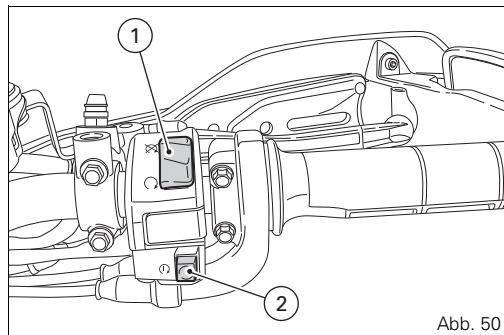

Abb. 50
- 2) Sich davon überzeugen, dass sich der Stoppschalter (1, Abb. 50) in der Position  (**RUN**) befindet, dann die Anlassertaste (2) drücken.